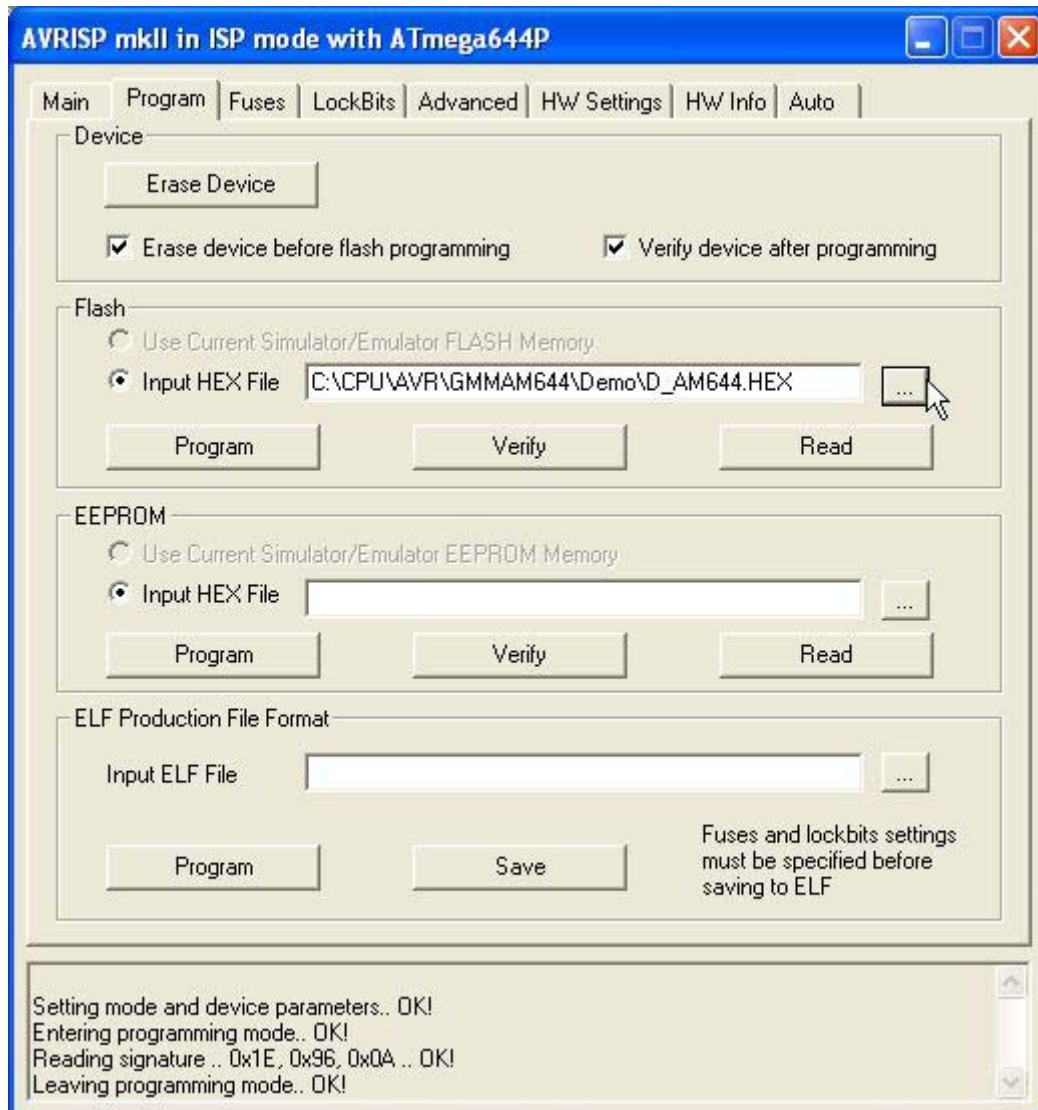

FIGURA D6: IMPOSTAZIONI AVR STUDIO PER AVRISP MK II (2 DI 4)
- j) Nella sotto finestra *Program* effettuare le impostazioni riportate in figura D6 andando a selezionare il file HEX da programmare nella FLASH.
- k) Nella sotto finestra *Program* effettuare le impostazioni riportate in figura D6 andando a selezionare il file HEX da programmare nella FLASH.